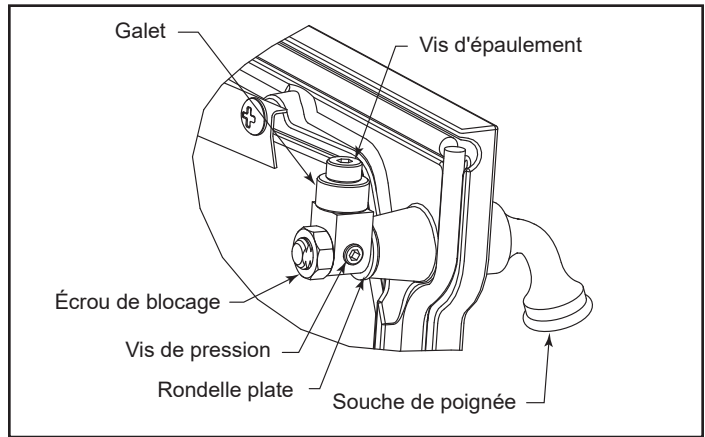

Figure 3.3 - Faites tourner l'ergot et/ou enlevez la rondelle plate afin de régler le verrou.
2. Faites tourner l'écrou de blocage vers la droite à l'aide d'une clé de 9/16". (Figure 3.3)
3. Une fois achevée l'étanchéité souhaitée, serrez la vis de pression. (Figure 3.3)